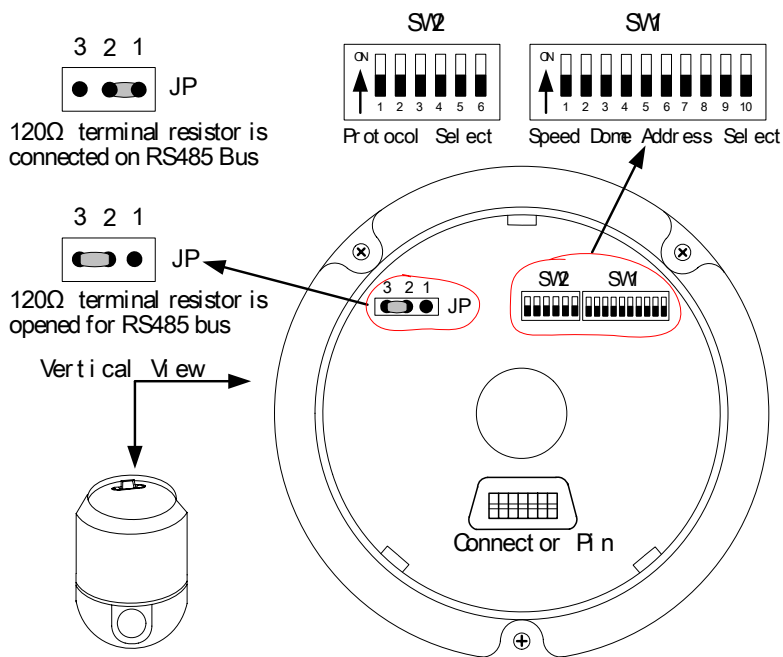

Figura 2
Configurar el número “ID” de domo. Como se muestra en la Figura 2, SW1 se utiliza para establecer la dirección de la cámara 1 - 1023. La codificación de los interruptores DIP-10 a DIP-1 son equivalentes a un binario de 10 bits digitales. La codificación es en hexadecimal siendo el valor del DIP-10 de 512 mientras DIP-1 tiene el valor 1. El estado "ON" de cada bit significa activado, "OFF" significa desactivado. Siendo el ID del domo la suma de los switches activados “ON”. El Cuadro siguiente muestra los estados de los interruptores de codificación de algunas direcciones.
3. **Configuración del protocolo y de la tasa de baudios por defecto.** Como se muestra en la Figura 2, SW2 se utiliza para fijar el protocolo de comunicación y la velocidad en baudios utilizada por la cámara. DIP-4 a DIP-1 de SW2 se utiliza para seleccionar los protocolos, hay 16 protocolos para seleccionar. El cuadro siguiente muestra los estados de los switches de codificación de los protocolos.
4. **Configuración de la velocidad de transmisión en baudios.** Como se muestra en la Figura 2, DIP-6 y DIP-5 de SW2 se utilizan para seleccionar la velocidad en baudios de la comunicación, puede seleccionar entre 4 configuraciones diferentes del ratio de baudios. Si el controlador no estándar adopta baudios, puede ajustar que sea idéntica a la de la máquina principal, según el siguiente cuadro.